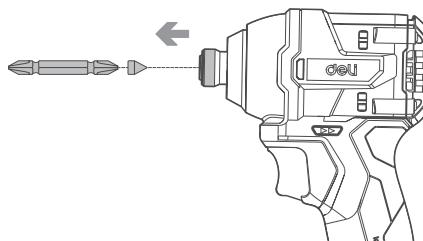

Abbildung B2
2. Ziehen Sie beim Einsetzen des Bits die Hülse in Pfeilrichtung und führen Sie das Bitelement und den Bit bis zum innersten Ende der Hülse ein. Lassen Sie dann die Hülse los, um das Bit zu sichern (Siehe Abbildung B2).
A=12 mm, B=9 mm, folgen Sie bitte den für diesen Bit-Typ in der Abbildung B2 gezeigten Schritten, um ihn zu installieren. Hinweis: Die Bit-Komponenten sind erforderlich.